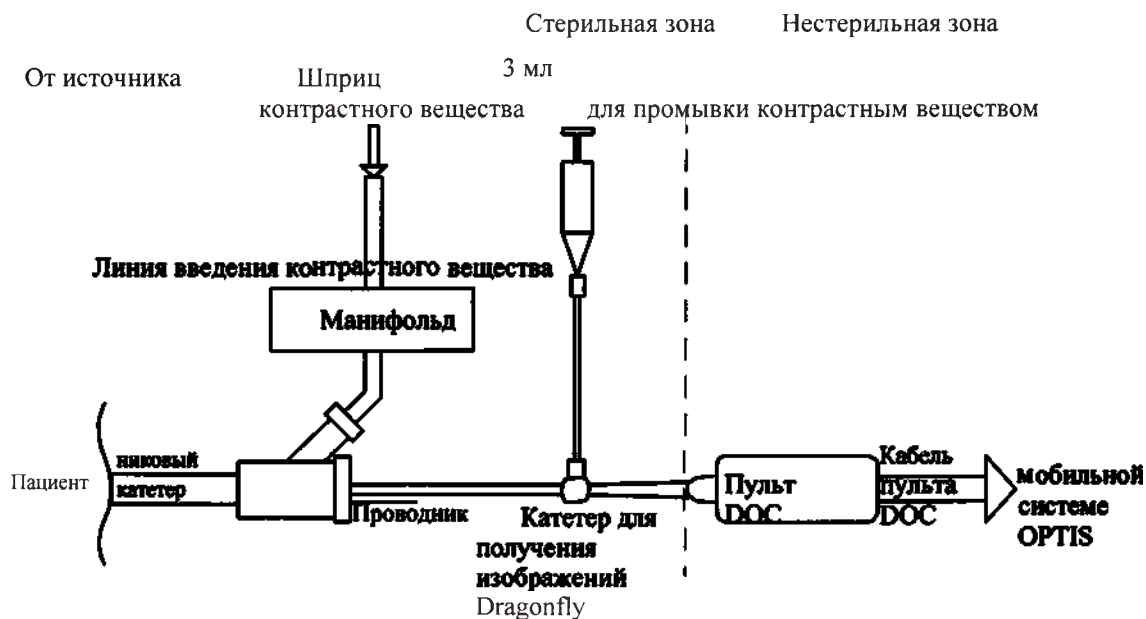

Рисунок 5-1: Подключения пульта DOC
3. Подключите устройство введения жидкости (шприц или автоматический иньектор) к одному порту магистрали проводникового катетера (см. рис. 5-1).